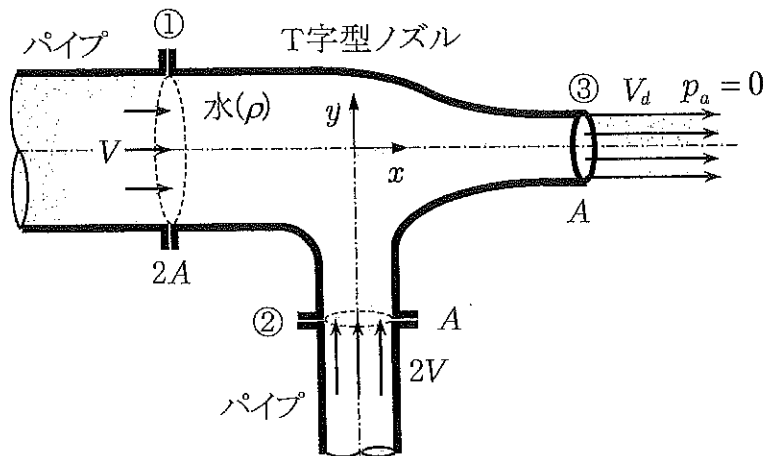

図1
図1に示すように、出入口の断面積が異なる T 字型のノズルに水が流れている。このノズルは①、②の位置(入口)でフランジ(継手)により、それぞれパイプに接続されている。水が①と②から流入し、合流後に出口③から大気中( $p_a = 0$ )に流出している。流速は、①では  $V$ 、②では  $2V$  であり、出入口の断面積は、①では  $2A$ 、②と③ではどちらも  $A$  である。T 字型のノズルは水平面 ( $x$ - $y$  平面) 内にあり、①、②、③の高さはすべて等しい。また、出入口ではそれぞれ一様な速度分布をもつとする。摩擦などすべての損失が無視できるとして、以下の問いに答えよ。なお、水の密度を  $\rho$ 、重力加速度を  $g$  とする。
- (1) 出口③での流速  $V_d$  を、 $V$  を用いて示せ。
- (3) 図1の①と②の位置のそれぞれの圧力  $p_1$  と  $p_2$  を、 $H$  などを用いて示せ。
- (4) 水によりノズルに加わる力の  $x$  方向成分  $F_x$ 、 $y$  方向成分  $F_y$  を、 $H$  などを用いて示せ。